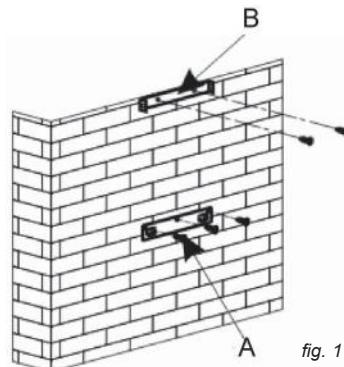

fig. 1
- Märk ut de 3 hålen som skall borras och använd upphängningskroken till kåpan, avpassa och respektera det rekommenderade avståndet (del A i fig. 1).
- Skruva in hållaren för fastsättning av kåpan och se till att den är perfekt i våg. (del A i fig. 1).
- Beräkna den slutliga höjden för att skruva dit U bygeln till skorstenens fäste (del B fig. 1).
- Borra de 2 hålen på 8 mm och skruva i monteringsflänsen till skorstenen, kontrollera att den är i linje med kåpan (del B fig. 1).